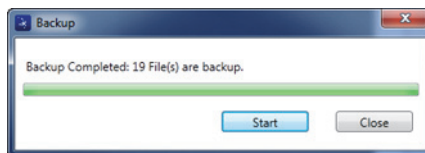

図 6-32 バックアップダイアログボックス (完了)
6. バックアップが完了したら、Close (閉じる) をクリックします (336 ページの図 6-32 を参照)。